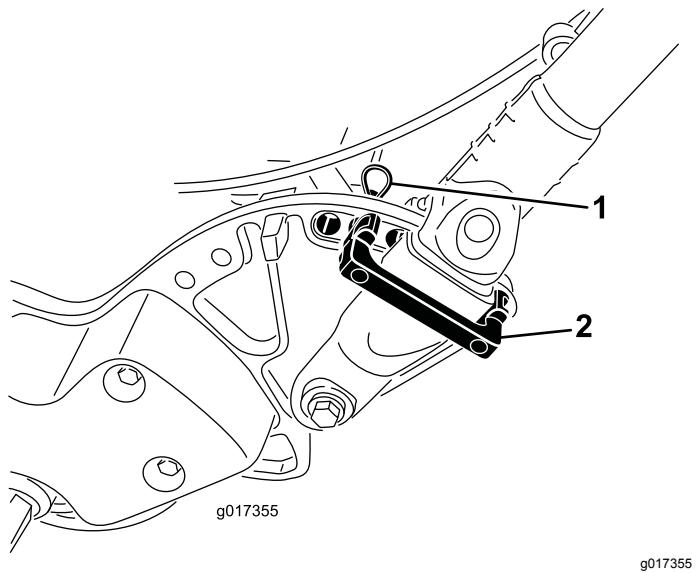

Figura 9
1. Enquanto apoia a pega, remova as braçadeiras de cabos que prendem os grampos da pega às placas laterais (Figura 9).
2. Rode a pega para posição de operação desejada e coloque um fixador da pega por cima do grampo e nos orifícios de alinhamento na placa lateral (Figura 9).
3. Mantenha o fixador na posição com um perno de gancho (Figura 9).